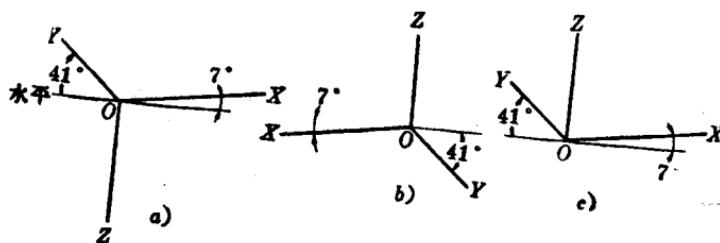
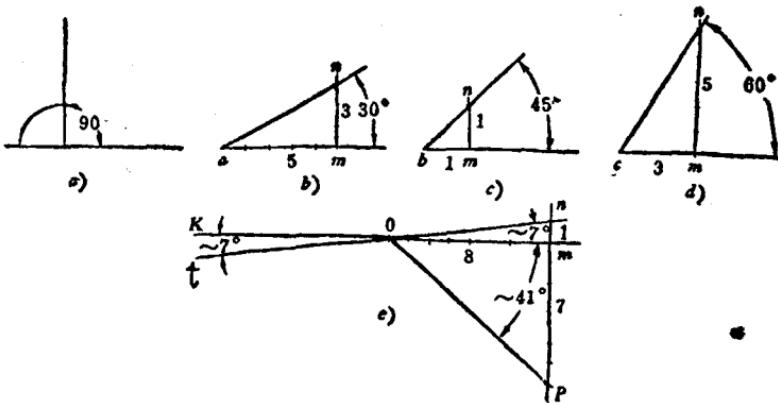
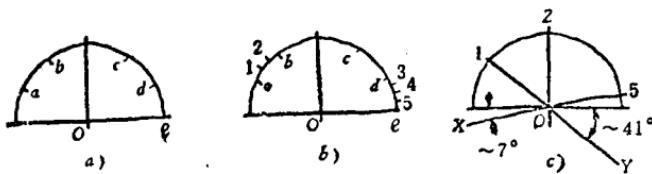
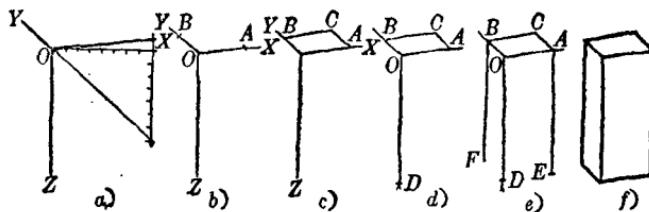

图 5 軸的位置(二等軸測投影)。
图21 练习画常用角度：
图23 二等轴测投影轴的画法。
图25 方柱体竖放时立体草图的画法。
为了研究立体图画法的一般規律，我們取了三个軸線：頂面和正面之間的棱線叫做X軸線，頂面和侧面之間的棱線叫做Y軸線，侧面和正面之間的棱線叫做Z軸線，三个軸線的会交点叫做原点O（图 5 a）。OZ是垂直線，OX 和 OY 与水平線分別成为 7° 和 41° （更精确些，是 $7^{\circ}10'$ 和 $41^{\circ}25'$ ）。也可以把X、Y、Z軸从O点延伸出去，出現了如图 5 b 和 c 所示的三个軸。
一、 90° 角(图21 a)——引一条水平线和一条垂直线，结果就得到了两个相邻的直角。
二、 30° 角(图21 b)——由已知点 a 引水平线，然后徒手凭
三、 45° 角（图21 c）——由已知点b引水平线，并在它上面截取任意一个长度，得点m，由m作垂线，在垂线上截取同样的一个长度，得点n，连接bn，即得近似于 45° 的角。
四、 60° 角（图21 d）——参考作 30° 角的方法，可作出 60° 角。
五、 7° 和 41° 角（图21 e）——由已知点O引水平线，并在O点的右边截取任意八个等分，得点m，经点m引垂线，在垂线上向上截取同样的等分一个，向下截取七个，得点n和P，连接nO和PO，角 nOm （或角 KOt ）就近似于 7° ，角 POm 近似于 41° 。
1. 先按图21 e 或图23的方法作出投影轴(图25 a)。二等轴测的投影轴可以画成图5 a、 b、 c 的三种位置,任何一种位置都可以,现在假设取为图5 a 的位置;
2. 凭目测在 OX 轴上截取 $OA = a = 10$ 毫米, 在 OY 轴上截取 $OB = \frac{b}{2} = 5$ 毫米(图 25 b);
3. 过 A、B 两点徒手画平行于 OY 和 OX 的线段,两条平行线相交于 C 点(图25 c);
4. 在 OZ 轴上,凭目测截取 $OD = h = 24$ 毫米(图 25 d);
5. 过 A、B 两点徒手画垂线 AE、BF,这两条垂线的长度都与 OD 相等(图 25 e);
线(图25 f)。